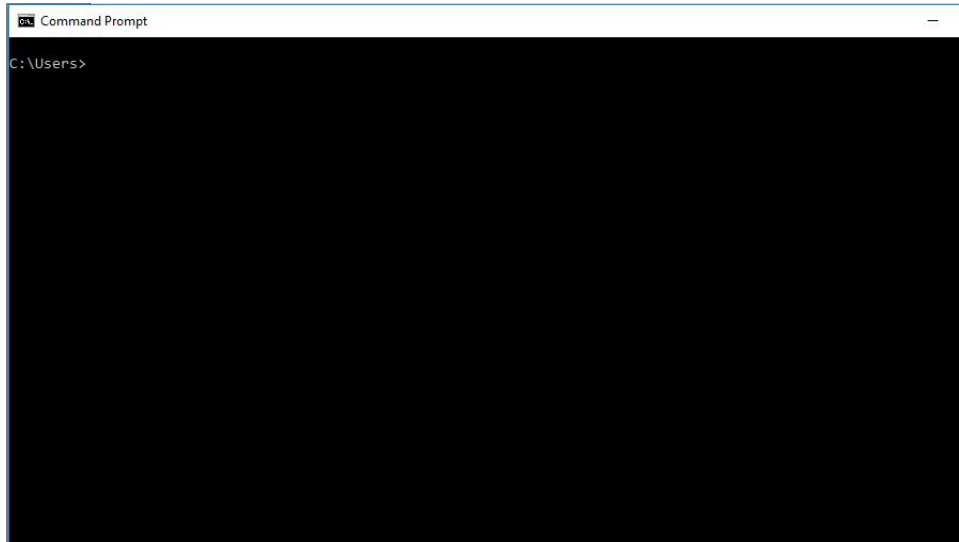

Figura 9.
- i. Abra a opção Executar Comando no Start Menu (Menu Iniciar), conforme mostrado na **Figura 9** a seguir.